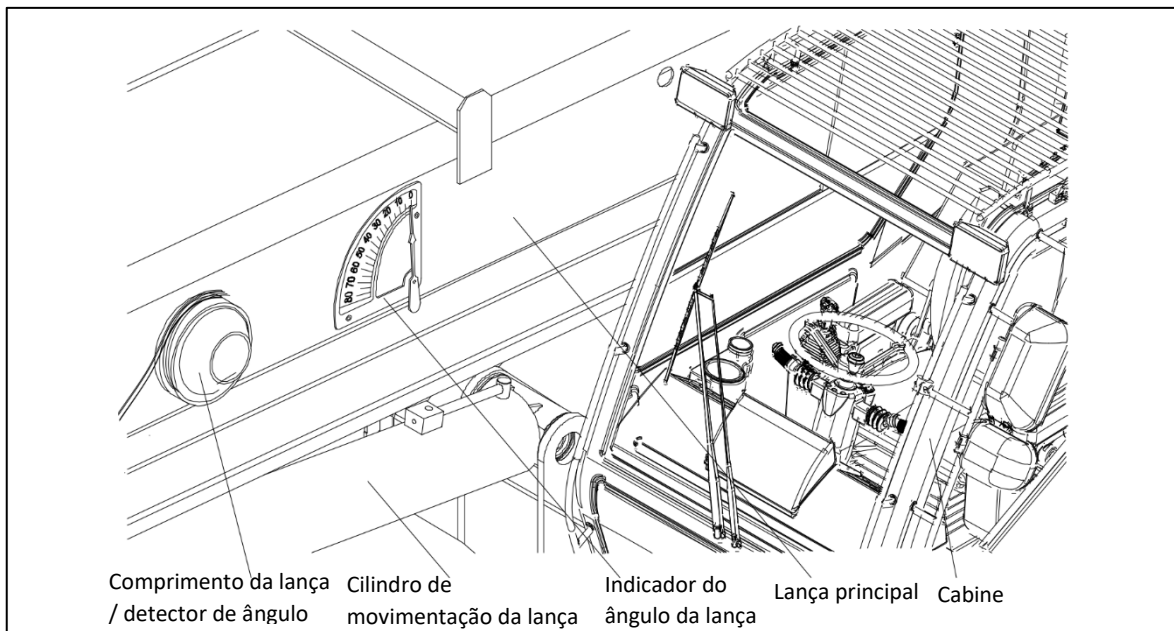

Figura 7-16 Indicador / Detector de Ângulo da Lança
- F. O indicador de ângulo da lança e o detector de ângulo são acoplados na lateral da lança principal. Consulte a figura 7-16. O operador pode ver o indicador de ângulo da cabine do guindaste. O detector de ângulo é um dispositivo eletrônico que envia os dados do ângulo da lança para o LMI (Indicador de Momento de Carga). O ângulo de lança é mostrado na tela de exibição.